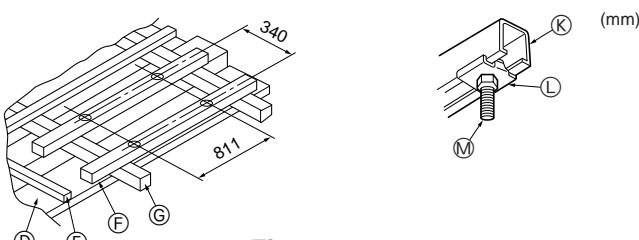

Fig. 2-4
### ① Structures en bois (Fig. 2-4)